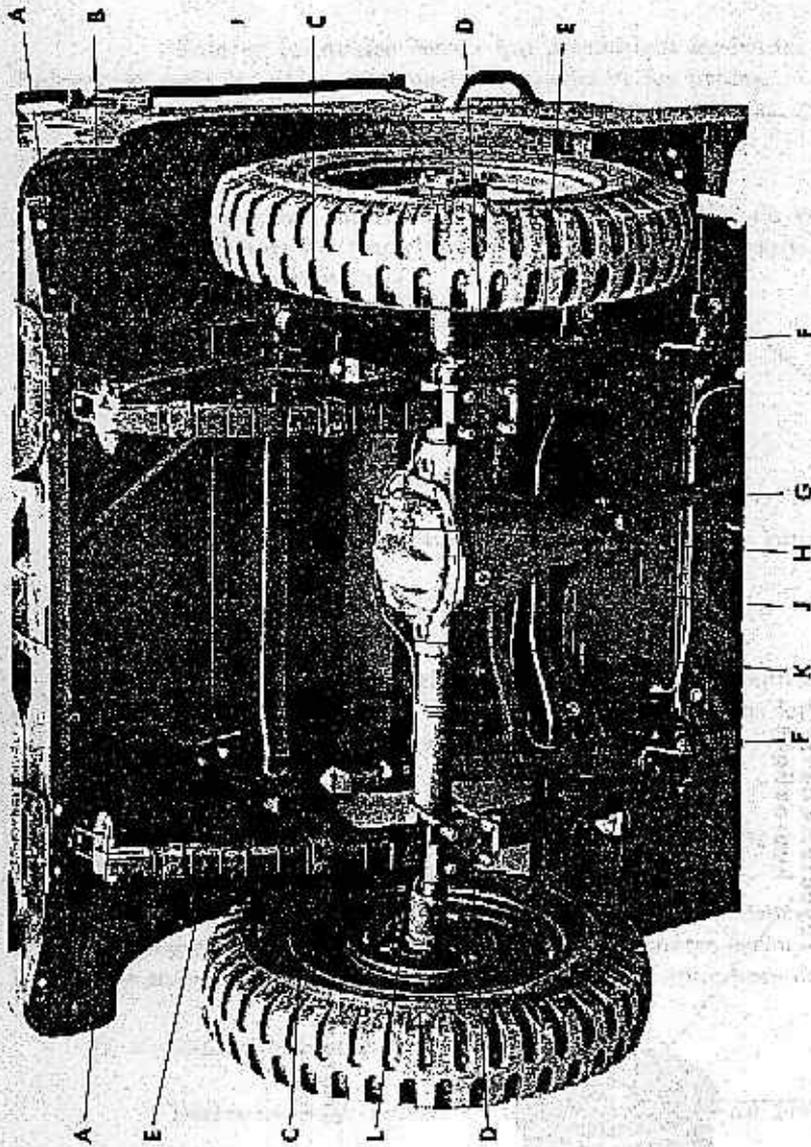

FIGURE 70. — Pont arrière en place
B. — Débrancher l'arbre de transmission (fig. 70).
C. — *Démonter les amortisseurs et la tuyauterie de frein hydraulique (fig. 70).*
D. — *Enlever les brides de ressort (fig. 70).*
E. — *Déposer les ressorts (fig. 70).*